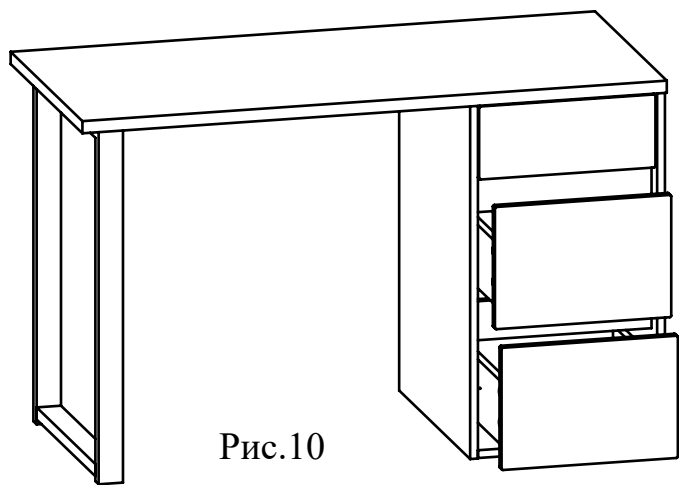

Рис.10
10. Установите ящики в корпус стола (Рис. 10).